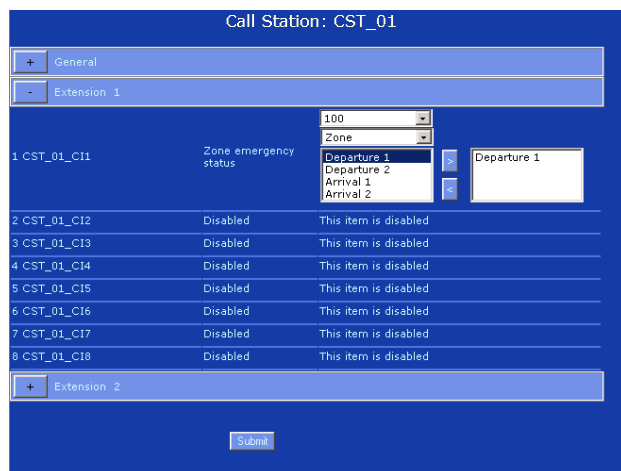

figura 36.34: Zone emergency status, passaggio 5
- 5 Selezionare l'uscita che deve essere assegnata all'azione. Vedere figura 36.34 per un esempio e fare clic sul pulsante > per assegnare l'uscita all'azione.